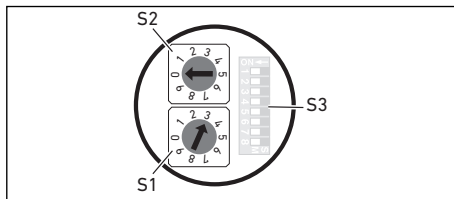

Fig. 8 : Commutateur d'adresse S1 et S2 et commutateur de mode S3 sur le coupleur de bus
L'adresse de station est paramétrée à l'aide des deux commutateurs S1 et S2 (voir Fig. 8).
- ▶ A l'aide de S1 et S2 (voir Fig. 8), attribuer librement l'adresse de station de 1 à 99 :
Le commutateur de mode S3 pour le paramétrage des notifications de diagnostic se trouve sous le vissage PG **A** (voir Fig. 8 à la page 139).